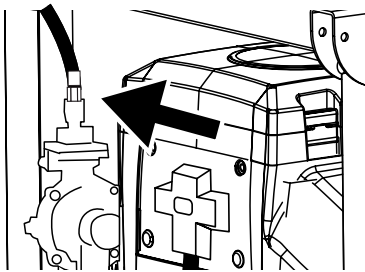

Figura 12 - Conecte la manguera de GLP
5. Conecte la manguera de propano al generador. Asegúrese de que la manguera de propano esté bien conectada al regulador / válvula de compresión (consulte la Figura 12 a continuación).